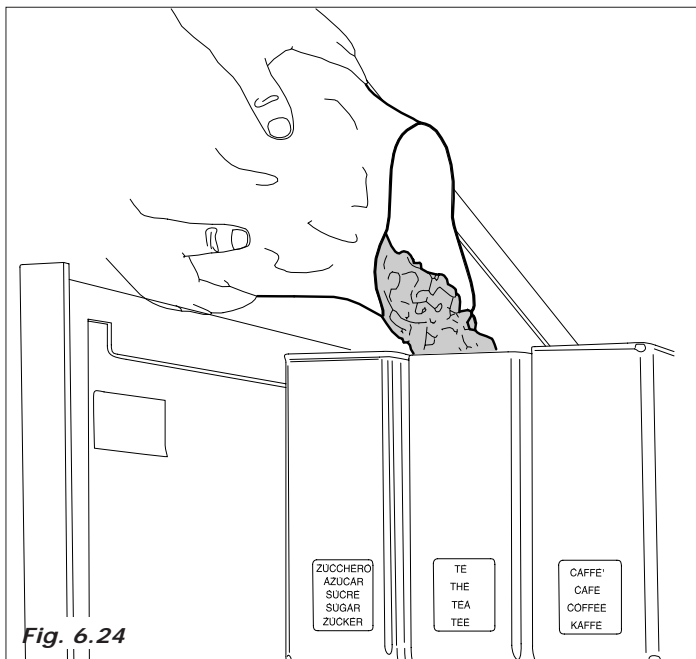
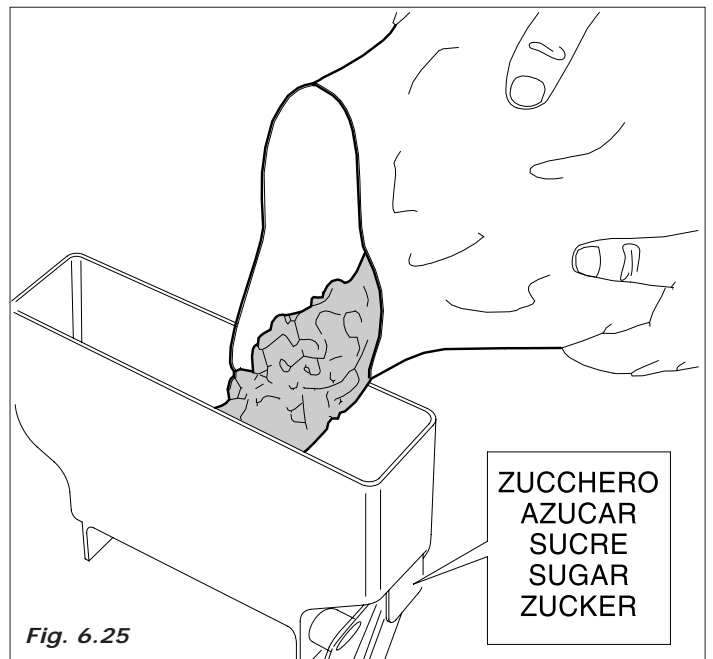

Fig. 6.24
Fig. 6.25
- levantar a tampa de cada recipiente e por o produto como indicado na etiqueta (Fig. 6.24 - Fig. 6.25)